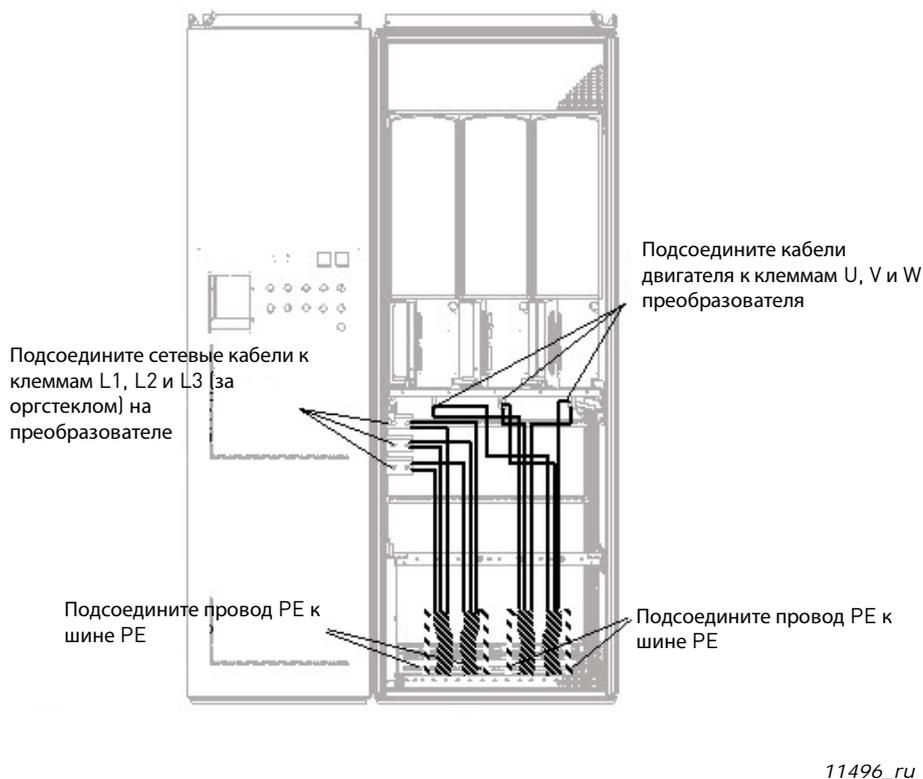

Рисунок 6-8. Прокладка кабелей питания, ввод кабеля снизу для типоразмера FR13
Выбор кабелей и монтаж должны производиться в соответствии требованиями окружающей среды. Экран кабеля двигателя необходимо заземлять на каждом конце (у преобразователя частоты, защитного выключателя, двигателя и т. д.) так, чтобы полное сопротивление для высокой частоты было как можно меньше. Наилучшее решение достигается при 360-градусном заземлении (заземление по всей окружности экрана). Если это трудно осуществить, подключите провод защитного заземления (PE) к земле или к (металлической) стенке панели сразу после места зачистки кабельной оболочки (см. рисунок 6-8, варианты а и b). Для дополнительного снижения влияния синфазных напряжений можно установить соответствующие дроссели на выводах двигателей. Простейший способ - это использование ферритовых колец достаточно большого диаметра, что позволяет продеть через них проводники, идущие к фазам двигателя.
Пропустите через кольца только фазные проводники; экраны кабеля должны оставаться дальше и не охватываться кольцами, см. рисунок 6-8. Отделите провод защитного заземления (PE). В случае параллельных кабелей двигателя, предусмотрите одинаковое количество комплектов ферритовых колец для каждого кабеля и пропустите все фазные проводники одного кабеля через кольца одного комплекта.